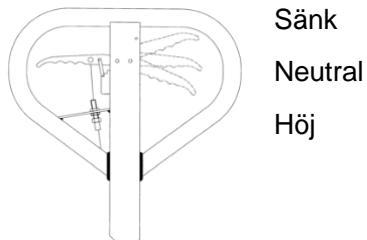

Bild 10: Spak
Vid behov kan du justera spaken enligt följande steg (bild 10):
- Om gafflarna inte sjunker när reglagehandtaget är i det **nedre** läget, vrid justermuttern medurs tills du höjer kontrollhandtaget och sänker gafflarna. Kontrollera sedan **neutralläget** enligt bild 10 och se till att justermuttern är i rätt läge.